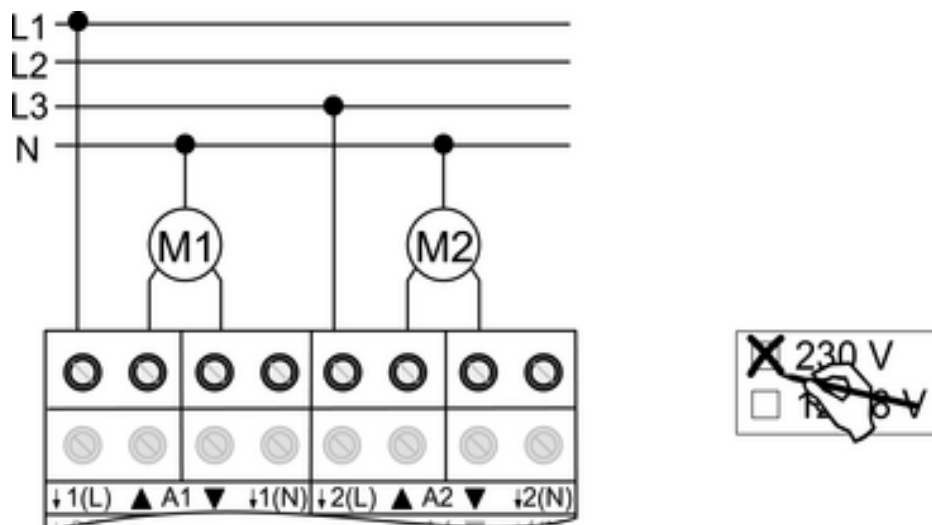

Bild 6
- Antriebe anschließen (Bild 6).
- Verwendung **230 V** auf Etikett kennzeichnen (Bild 6).
- i** Die N-Leiter-Anschlüsse (14) dienen nur der Fahrzeiterkennung und bieten kein N-Potential.